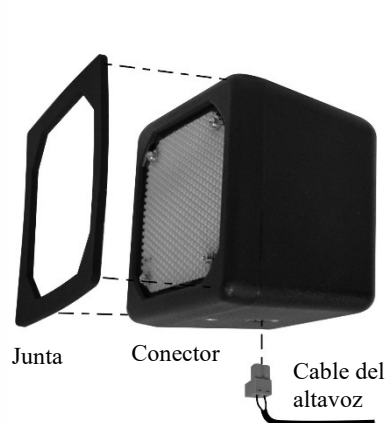

Figura 22. SP10 con junta y conector de cable
1. Quite aproximadamente 1 pulgada (25,4 mm) de aislamiento del extremo del cable del altavoz y $\frac{1}{4}$ de pulgada (6,35 mm) de aislamiento de cada uno de los dos alambres del cable, pero no cubra de estaño los alambres. Conecte los alambres del cable del altavoz al conector como se muestra en la **Figura 22**.
2. Inserte el conector en el conector del altavoz como se muestra en la **Figura 22**.
1. Retire el revestimiento de cinta de doble pegamento y presione el lado adhesivo de la junta contra el frente del altavoz en la posición que se muestra en la **Figura 22**.